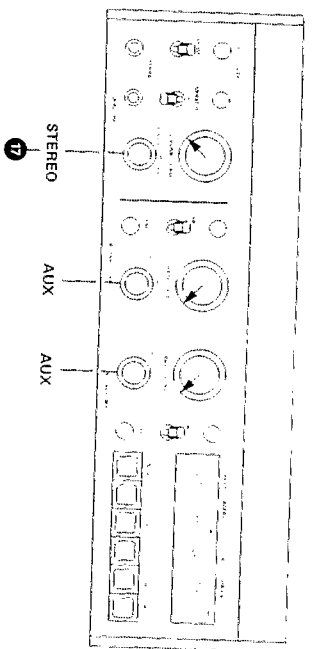

Fig. 6.4-1
Alle Messwerte an OUTPUT (51) beziehen sich auf voll geöffnete Regler LEVEL (50) (Fig. 6.4-1).
The signal levels specified for OUTPUT (51) are taken with the controls LEVEL (50) (Fig. 6.4-1) fully open.
Toutes les valeurs mesurées à la sortie OUTPUT (51) au réglage maximum des potentiomètres LEVEL (50) (fig. 6.4-1).
- Störleistungselemente nach Fig. 6.4-1 einlegen.
- NF-Mittelwelle an Ausgang OUTPUT (51) anschließen (Regler LEVEL (50) voll geöffnet).
- NF-Generator an Anschluss AUX INPUT (48) parallel anschließen. Generatorspegel bei 1000 Hz so einstellen, dass sich an NF-Mittelwelle eine Spannung von 0,775 V einstellt. Für diese Spannung wird ein Eingangspegel von ca. 20 mV benötigt.
- Adjust operating controls as per Fig. 6.4-1.
- Connect audio wattmeter to OUTPUT (51) (potentiometer LEVEL (50) fully open).
- Connect audio generator to feed the sockets AUX INPUT (48) parallel. Select frequency of 1000 Hz and adjust generator level until a reading of 0.775 V is obtained on the audio voltmeter. The required input level should read 20 mV approx.
- Brancher un wattmètre sur la sortie OUTPUT (51) (potentiomètre LE (50) ouvert au max.).
- Raccorder un générateur BF aux entrées AUX INPUT (48) en parallèle. Régler la fréquence à 1000 Hz et le niveau de façon à obtenir 0,775 V au millivoltmètre BF. Le niveau d'entrée est à environ 20 mV.